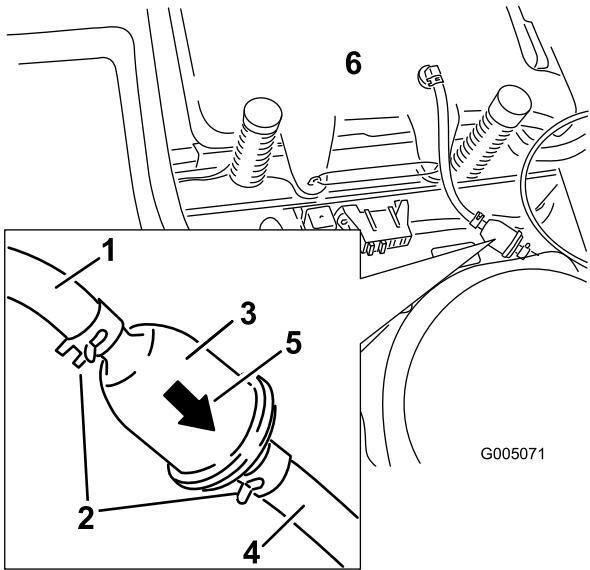

Figura 28
4. Apriete los extremos de las abrazaderas y deslícelas por el tubo alejándolas del filtro (Figura 28).
6. Instale un filtro nuevo – la flecha que indica el sentido de flujo debe apuntar hacia el motor. Acerque las abrazaderas al filtro (Figura 28) para sujetar éste.